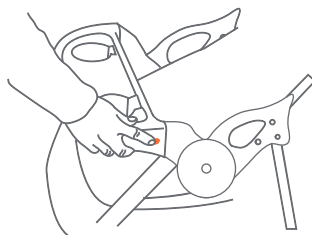

Fig. 11a
- 11) •** Pour ouvrir le plateau enfant: appuyez sur le bouton de déblocage du support du plateau et pivoter le plateau en haut et vers la gauche (Fig. 11a).